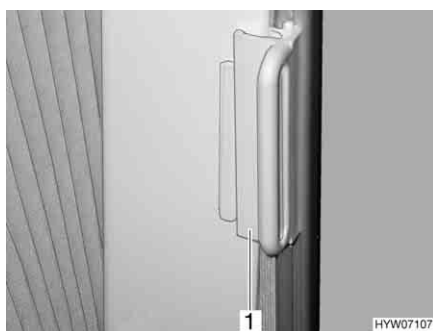

Fig. 29 Bloccaggio delle tendine oscuranti pieghevoli per il finestrino del conducente/passeggero
- Spingere l'impugnatura (Fig. 29,1) fino al sopralzo. La tendina oscurante pieghevole è ora bloccata.